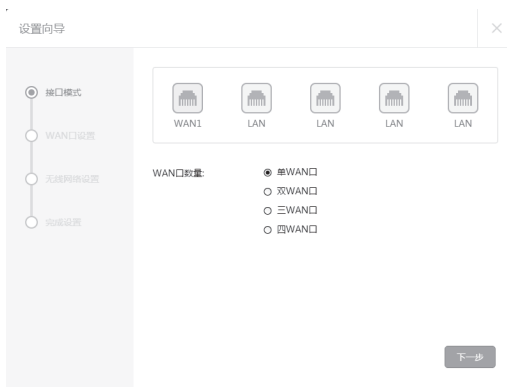

图4-3 接口模式设置
6. 请进行接口模式设置，如图4-3所示。选择WAN口数量，并单击“下一步”，分别对每一个WAN口进行设置。